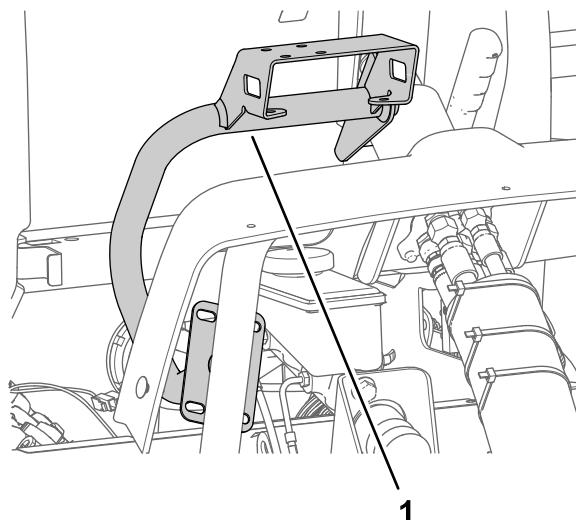

Рисунок 160
- Установите крепление монитора на машину, как показано на Рисунок 160.